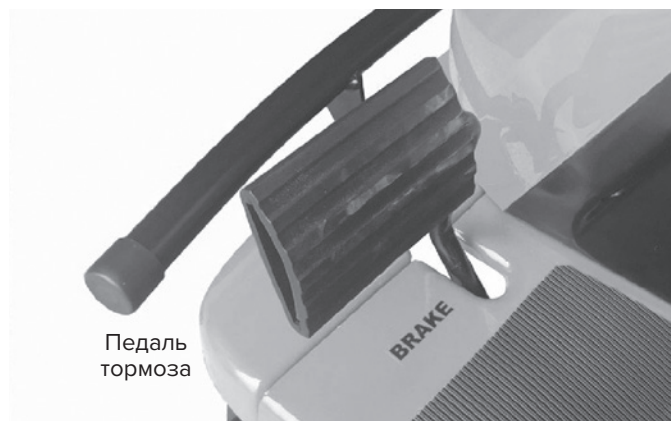

Рис. 6
2. Перед использованием убедитесь, что ручной тормоз включен (рис. 6).